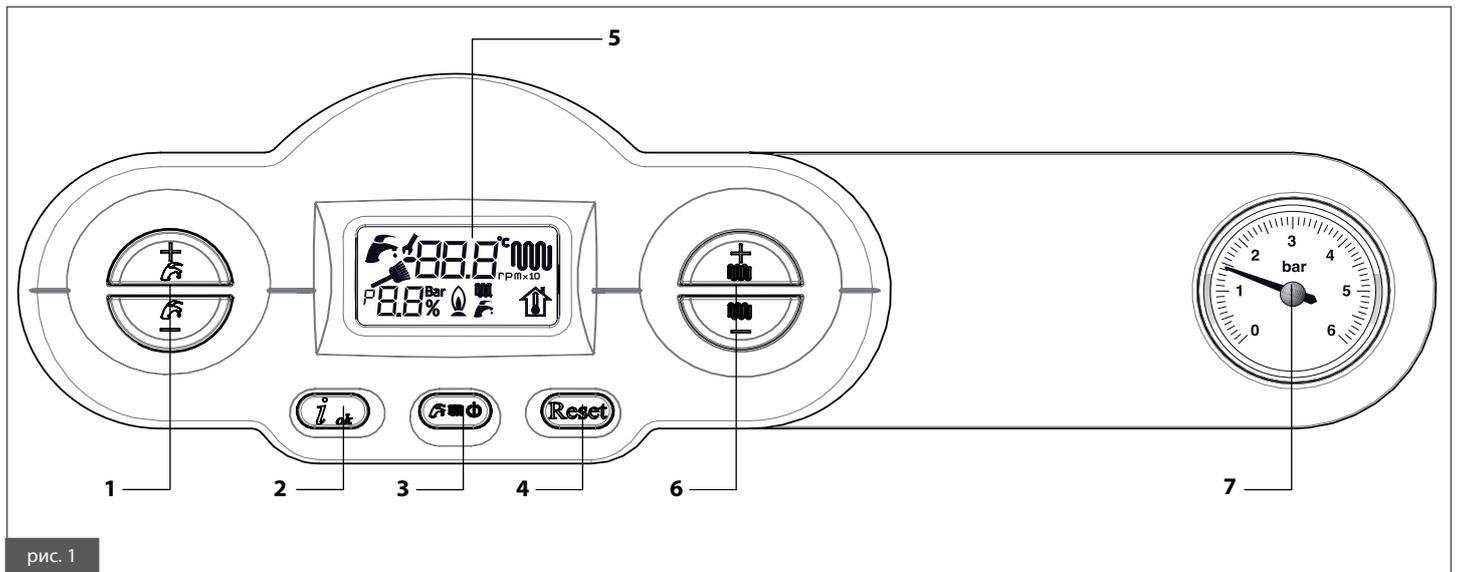

рис. 1
Мигает в процессе регуляции/выбора температуры ГВС с помощью кнопок **1** (рис. 1).
Мигает в процессе регуляции температуры контура отопления с помощью кнопок **6** (рис. 1).
- Выбрать режим работы котла с помощью кнопки **3** (рис. 1): OFF/ЛЕТО/ЗИМА/ТОЛЬКО ОТОПЛЕНИЕ;
- Задать желаемую температуру теплоносителя в контуре отопления с помощью кнопок **6** (рис. 1);
- Задать температуру ГВС с помощью кнопок **1** (рис. 1);